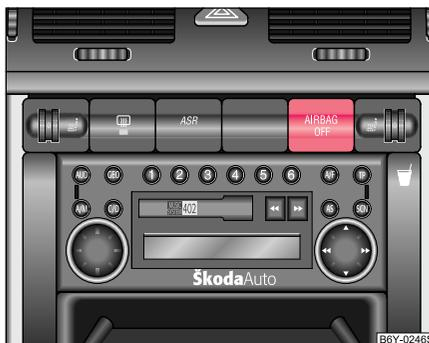

Abb. 106 Kontroll-
- Überprüfen Sie, dass bei eingeschalteter Zündung die Airbag-Kontrollleuchte **AIRBAG OFF** im Schalttafelmittelteil leuchtet ⇒ Abb. 106.
- Überprüfen Sie, dass bei eingeschalteter Zündung die Airbag-Kontrollleuchte **AIRBAG OFF** im Schalttafelmittelteil nicht leuchtet ⇒ Abb. 106.
⇒ Seite 130, Abb. 106.